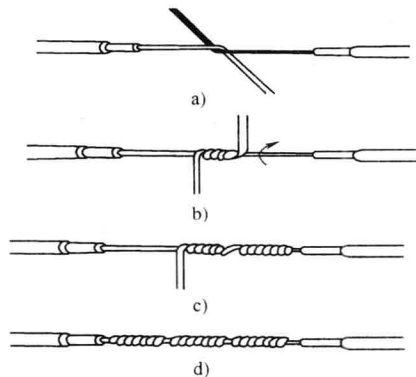

图 1-16 单股铜芯导线的直线连接
1) 单股铜芯导线的直线连接。如图 1-16 所示，根据导线直径将两线头剖削出所需要长度的线芯，清除线芯表面氧化层，将两线芯作 X 形交叉，并相互绞绕 2~3 圈，再扳直线头，如图 1-16a、b 所示。再将扳直的两线头各紧密自绕 5~6 圈，切除余下线头并钳平线头末端。